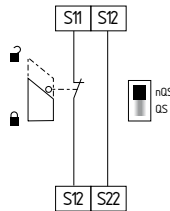

Fig. 11
**Circuito di sorveglianza porta di protezione a un canale con dispositivi di blocco secondo EN ISO 14119 (vedere Fig. 11)**